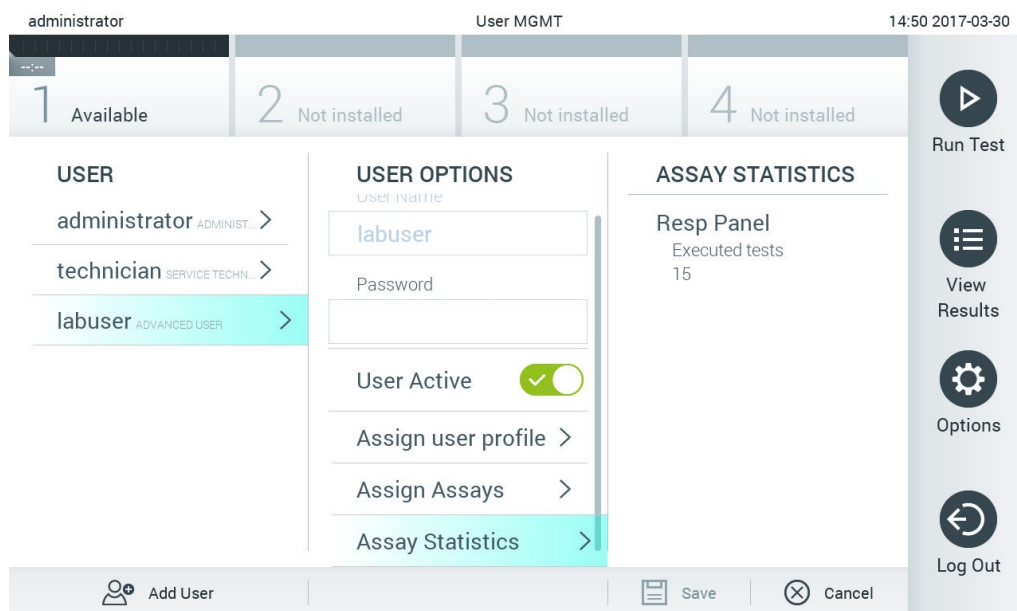

Рис. 56. Просмотр статистики для тест-системы.
- **Assay Statistics** (Статистика для тест-системы): Вывод на экран данных о количестве циклов анализа, проведенных с использованием определенной тест-системы выбранным пользователем (рис. 56).